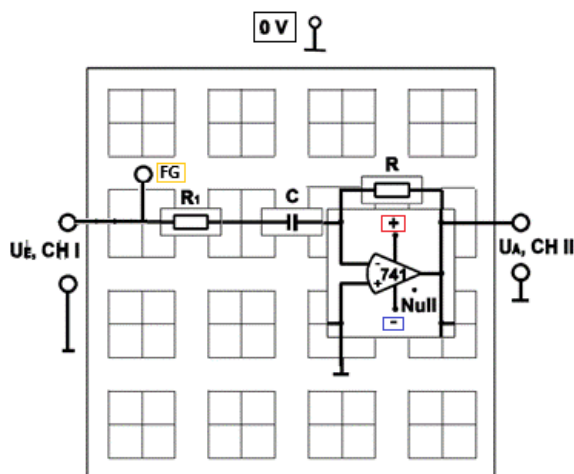
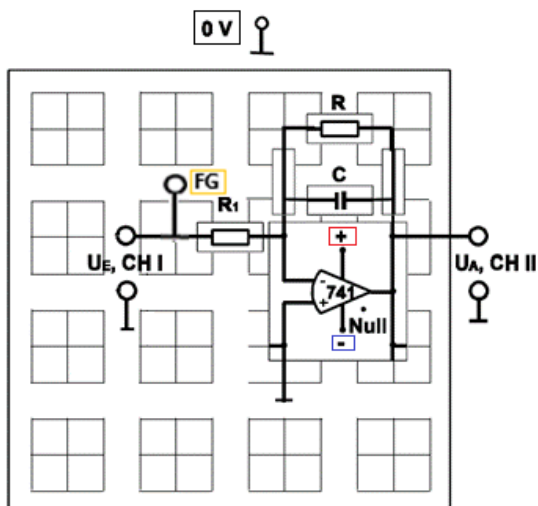

Abb. 18: Schaltung eines Differenzierers, mit Entkopplungswiderstand R_I entnommen aus [2].
Abb. 19: Schaltung des Operationsverstärkers als Integrierer, entnommen aus [2].
Abb. 18 zeigt die Ausgangsschaltung des Operationsverstärkers als Differenzierer wie zuvor schematisch. Bauen Sie die Schaltung mit $R = 10 \text{ k}\Omega$, $C = 1 \text{ }\mu\text{F}$ und $R_I = 0 \text{ }\Omega$ auf. Legen Sie eine Sinus-Wechselspannung mit $U_{ESS} = 0,1 \text{ V}$, $\nu = 500 \text{ Hz}$ an den Eingang (vergleiche Abb. 19). Beschreiben Sie das Ausgangssignal U_A .
Bauen Sie die Schaltung entsprechend Abb. 19 mit $C = 10 \text{ nF}$, $R = 1 \text{ M}\Omega$ und $R_1 = 10 \text{ k}\Omega$ auf. Legen Sie mit dem Funktionsgenerator eine rechteckförmige Wechselspannung mit $U_{\text{ESS}} = 2 \text{ V}$, $\nu = 1 \text{ kHz}$ an den Eingang des Integrierers. Zeichnen Sie das Oszillogramm von U_E und U_A . Begründen Sie den Verlauf von U_A (Gl. (7)).